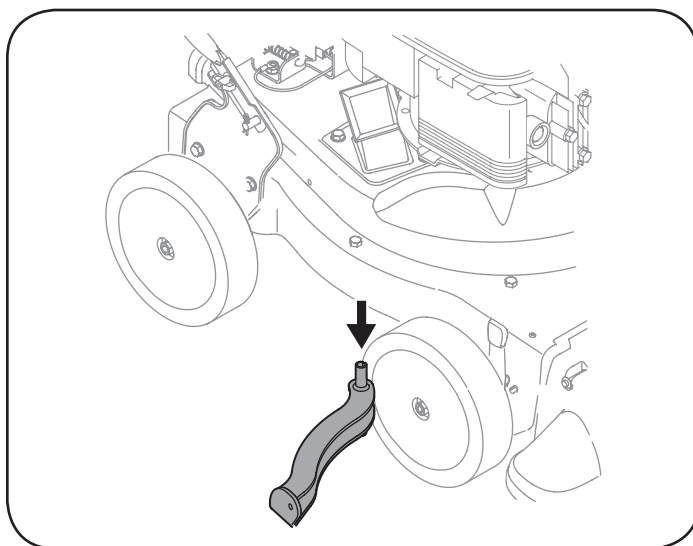

Figura 21
7. Saque la pantalla y límpiela con un cepillo o lávela con agua. Vea la figura 21.